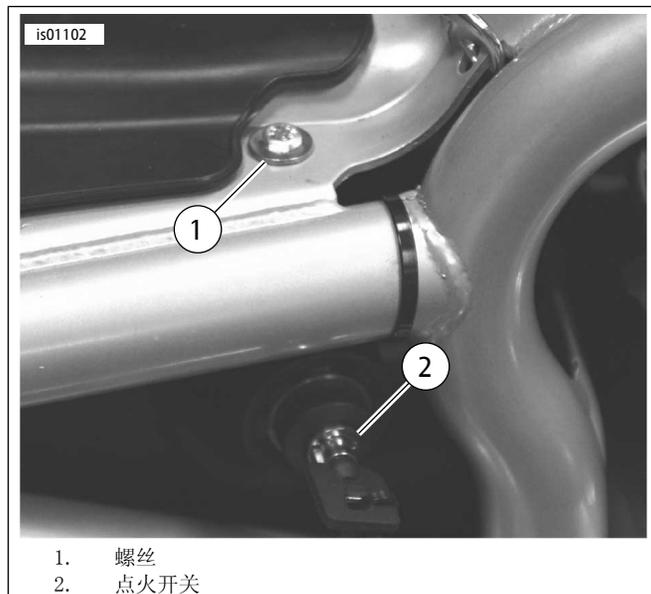

图6。接地连接(2006年款及之前威路德车型)
1. 参见图6。拆下螺丝(1，在座位下方)，它将点火开关(2)固定到车架右侧。